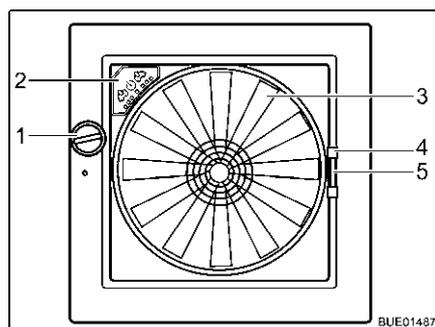

Fig. 84 Claraboya Omni-Vent
- Girar el botón giratorio (Fig. 84,1) hasta alcanzar el ángulo de apertura deseado.
- Girar el botón giratorio (Fig. 84,1) hasta que la claraboya esté completamente cerrada.
- Tirar del tirador (Fig. 84,4) de la protección contra insectos hacia el lado opuesto del marco.
- Comprimir el tirador (Fig. 84,5) del oscurecedor.
Ventilador Cuando la claraboya está abierta, el interior se puede ventilar y purgar de aire con el ventilador de 6 niveles (Fig. 84,3). El ventilador se maneja a través del cuadro de mando (Fig. 84,2).